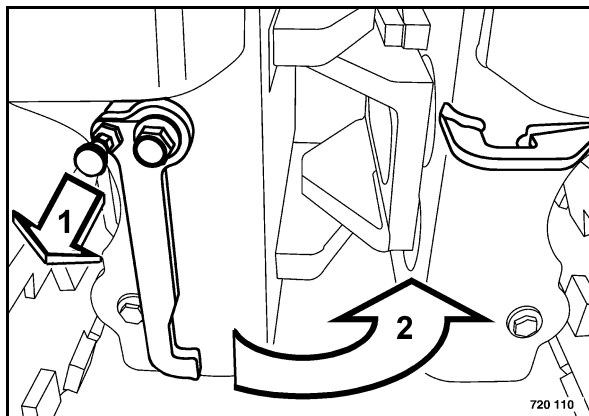

Рис. 83
- После заезда машины на транспортное средство вынуть фиксатор (1) (Рис. 83) и повернуть стопорный шарнирный рычаг в проушину (2). Снова ввести в зацепление фиксатор.